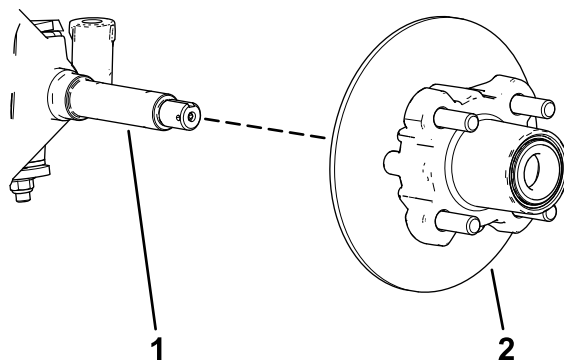

**Figura 36**
4. Rimuovete il coperchietto antipolvere dal mozzo (Figura 36).
5. Rimuovete la coppiglia e il fermadado dal mandrino e dal relativo dado (Figura 36).
6. Rimuovete il dado del mandrino dal mandrino e separate il gruppo mozzo e rotore dal mandrino (Figura 36 e Figura 37).